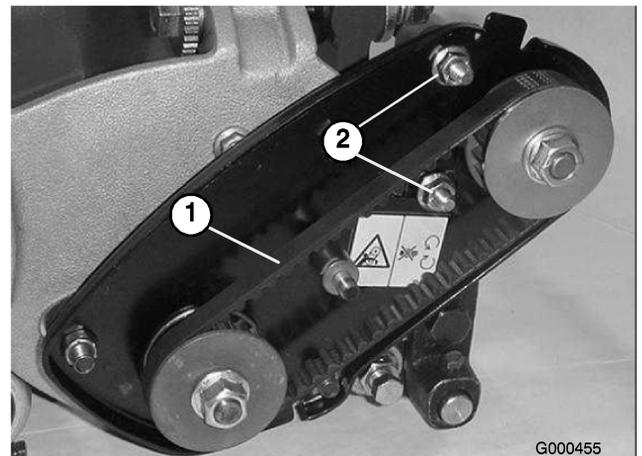

図 32
A. ベアリング・ハウジング取り付けナットをゆるめる（図 32）。
C. ベアリング・ハウジング取り付けナットを締め付ける（図 32）。ベルトを締め付けすぎないように注意する。